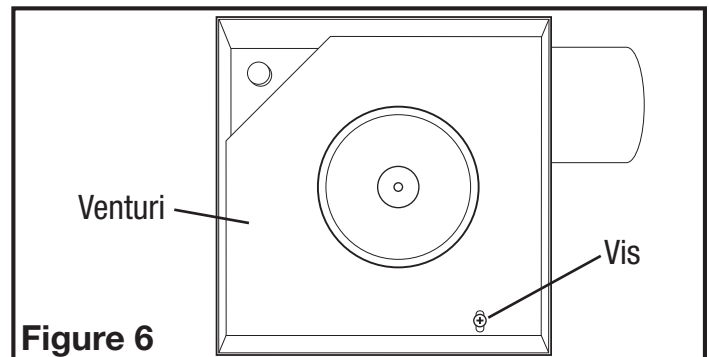

Figure 6
- 1b. Compartiment de Câblage Intérieur: Enlever la vis retenant en place l'ensemble venturi du ventilateur et soulever pour sortir l'assemblage hors du châssis (Figure 6). Enlever la vis du couvercle du compartiment à câblage et mettre ce couvercle dans un endroit fiable (Figure 7).